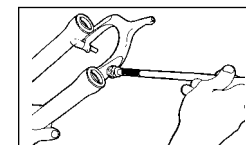

Fig. 6
- Applicare grasso Judy Butter alla superficie delle boccole superiori e riempire completamente la tasca fra i bordi della guarnizione Resi-wiper (fig. 6). Importante: per i migliori risultati, evitare di usare grassi al litio. Alcuni di questi prodotti possono diventare appiccicosi, grigi o ammassarsi se usati per lubrificare le boccole. Quando ciò si verifica, un funzionamento regolare della forcella risulta fortemente limitato e le prestazioni sono notevolmente ridotte. Se si usa grasso al litio, verificare la qualità e le condizioni del grasso ogni 25 ore di utilizzo per assicurarsi che il grasso stia funzionando in maniera adeguata. Provare un altro tipo di lubrificante, se si hanno problemi.